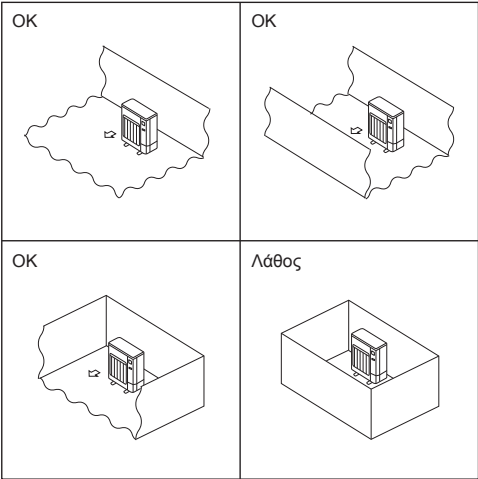

Fig. 2-2
- Εγκαθιστάτε τις εξωτερικές μονάδες σε χώρους όπου τουλάχιστον μία από τις τέσσερις πλευρές είναι ανοικτή και σε επαρκώς μεγάλους χώρους χωρίς συμπίεσις. (Fig. 2-2)